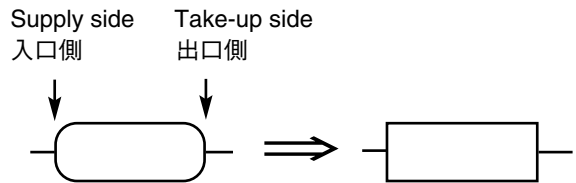

Fig. 4-4
2. While observing the A-HEAD waveform using the oscilloscope, fine-adjust the heights of the roller guides at the supply side and take-up side of the drum using a wrench, so that the leading and trailing edges of the RF waveform have virtually the same level as that of the peak portion on the center of the waveform. (See Fig. 4-4)
2. オシロスコープでA-HEADの波形を観測しながらドラム入口、出口の回転ガイドの高さを二股レンチにより調整し、RF波形の入口、出口が中央の最大部分とほぼ同じ高さ(フラット)になるように(図4-4)、ドラム入口、出口の回転ガイドの高さを微調整する。